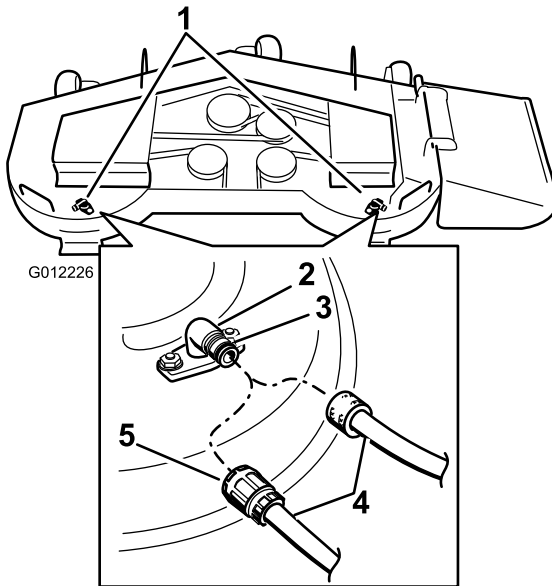

Bild 71
3. Montieren Sie die Schlauchkupplung auf die Kupplung am Mähwerk-Spülanschluss und drehen Sie das Wasser mit starkem Druck auf (Bild 71).